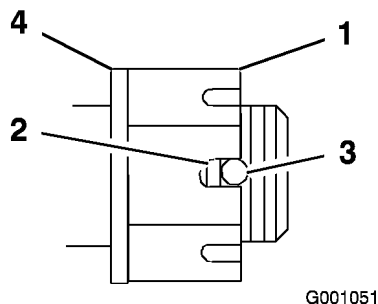

Figura 55
4. Serrate il dado a corona a 170 Nm (Figura 55).
5. Controllate la distanza dalla base della scanalatura del dado e il bordo interno del foro. Devono essere visibili due filetti o meno (Figura 55).
7. Serrate il dado a corona a 170 Nm (Figura 55).
8. Serrate il dado fino ad allineare la serie di scanalature successiva con il foro nell'albero (Figura 55).